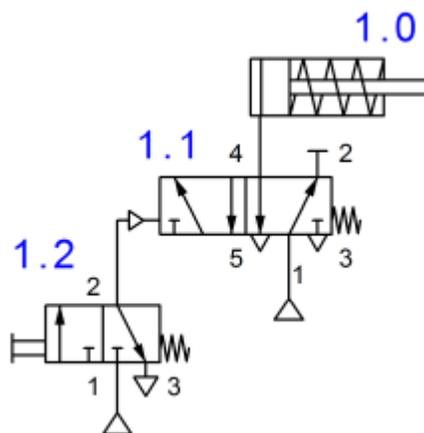

Figura 2
6. Ahora se armará el circuito de la figura 2, donde se utilizara una válvula 5/2 accionada neumáticamente por un lado. Ahora cierre la válvula de la unidad de mantenimiento y desconecte las mangueras, y coloque la válvula 5/2 monoestable.